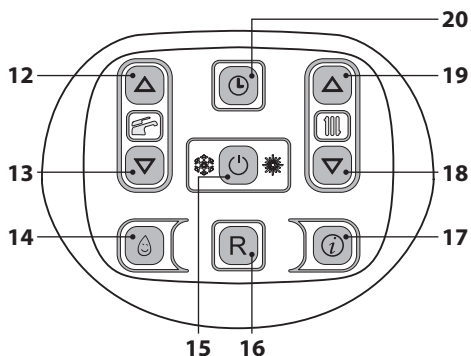
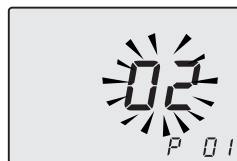
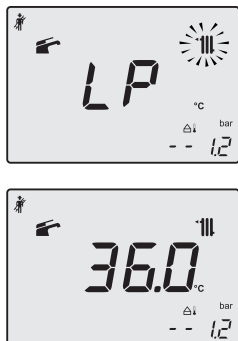
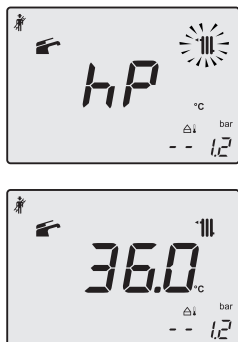

Figura 7.2
Figura 7.3
Figura 7.4
Figura 7.5
- Entrare in "modalità programmazione" premendo contemporaneamente per 10 secondi i tasti 15 - 18 - 19 (Figura 7.2) fino a far apparire sul display LCD le lettere **P01** e il valore del parametro, indicanti l'entrata nel "parametro 01" (Figura 7.3).
- Premere contemporaneamente i tasti 18 e 19 (Figura 7.2) per entrare nella funzione "spazzacamino attivo alla potenza minima in sanitario". Sul display appare **LP** alternato alla temperatura dello scambiatore primario caldaia (Figura 7.4).
- Premere il tasto 19 (Figura 7.2) per entrare in modalità "spazzacamino alla potenza minima in riscaldamento". Sul display appare **hP** alternato alla temperatura dello scambiatore primario (Figura 7.5).
- Utilizzare i tasti 18 o 19 (Figura 7.2) fino a portarsi allo stato **dP** (spazzacamino attivo in massimo sanitario) sul display appare **dP** alternato alla temperatura dello scambiatore primario caldaia (Figura 7.7).
- Premere il tasto 18 (Figura 7.2) fino a portarsi allo stato LP (spazzacamino attivo in minimo sanitario) sul display appare LP alternato alla temperatura dello scambiatore primario caldaia. (Figura 7.8).
- Spegnerla caldaia tenendo premuto per 2 secondi il tasto 15 (Figura 7.2) fino a far apparire sul display LCD il simbolo - - - - (Figura 7.9).